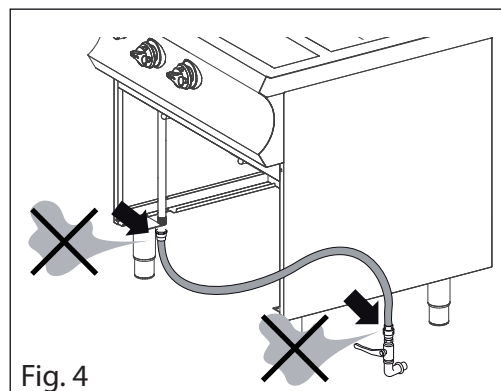

Fig. 4
- Aprire il rubinetto di intercettazione e verificare visivamente la tenuta del collegamento (Fig. 4).
Effettuare un test per verificare che non vi siano perdite di gas una volta aperta la saracinesca di rete (Fig. 4)